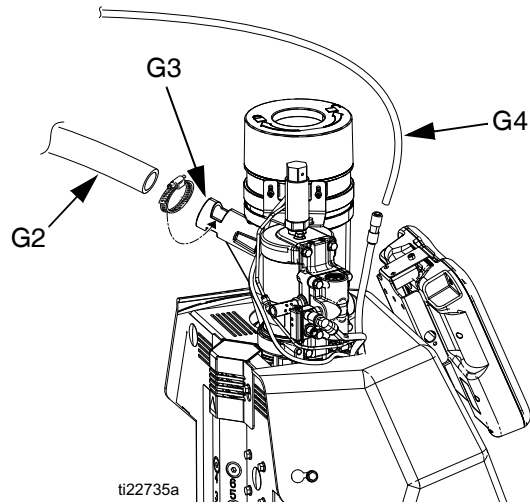

图 8
4. 将外径为 1.3 英寸 (33 毫米) 的干净真空输送软管 (G2) 插入真空输送漏斗 (G3) 入口处，并用软管夹固定。软管夹应当对准漏斗入口上面的保险装置，这样才能牢牢固定住输送软管。参见图 8。
5. 将随附的外径为 3/8 英寸的长空气管路 (G4) 与系统的空气管路上 3/8 英寸的一键连接式接头相连。参见图 8。